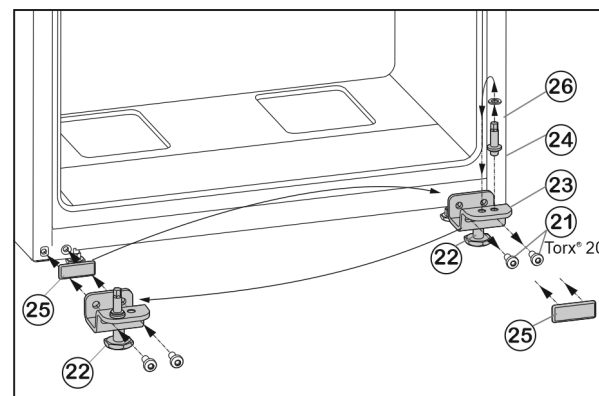

Fig. 7
- Desserrer les vis de fixation Fig. 7 (21).
- Retirer l'ensemble du support de palier inférieur Fig. 7 (23) avec le boulon de palier Fig. 7 (24), la rondelle Fig. 7 (26) et le pied de réglage Fig. 7 (22).
- ▶ Dévisser l'ensemble du boulon de palier *Fig. 7 (24)* avec la rondelle *Fig. 7 (26)*, déplacer le tout dans le trou de préhension du côté opposé du support de palier et revisser fermement.
- ▶ Retirer avec précaution la plaque de recouvrement *Fig. 7 (25)* et la déplacer du côté opposé.
- ▶ Revisser l'ensemble du support de palier inférieur *Fig. 7 (23)* avec le boulon de palier *Fig. 7 (24)*, la rondelle *Fig. 7 (26)* et le pied de réglage *Fig. 7 (22)* du côté de la nouvelle charnière, au besoin à l'aide d'une visseuse sans fil (**en appliquant un couple de 4 Nm**).
- ▶ Placer la porte inférieure depuis le haut sur le boulon *Fig. 7 (24)*.
- ▶ Dévisser le pied de réglage *Fig. 7 (22)* au niveau du support de palier inférieur *Fig. 7 (23)* jusqu'à ce qu'il repose au sol.